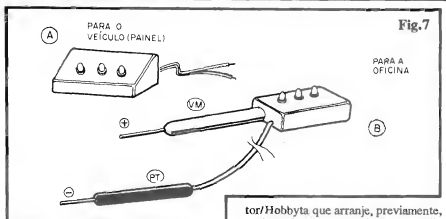

Fig.7
**- FIG. 7 - SUGESTÕES PARA A APRESENTAÇÃO FINAL -** No item "A" vemos uma sugestão para utilização do BATS em painel, podendo o circuito ficar numa caixinha de frente inclinada, de modo que, fixado sob o painel do carro, a visualização seja fácil e direta... Vários **containers** padronizados, facilmente encontráveis no varejo especializado, se prestarão (em formato, tamanho, etc.) à acomodação/instalação do circuito nessa versão básica... Já no item "B" mostramos nossa sugestão para a acomodação final do circuito em utilização oficial: uma caixinha pequena, retangular (ou mesmo cilíndrica...), contendo a placa e evidenciando a trilha de LEDs indicadores, apresentando ainda a ponta de prova (vermelha) correspondente ao positivo, afixada ao próprio **container**... Uma derivação feita com cabo flexível não muito curto, pode conduzir a outra ponta de prova (preta), correspondente ao **negativo** (ou ainda a uma garra de conexão de "massa", convencional...). O conjunto ficará prático e confortável para utilização pelos electricistas, nas oficinas...